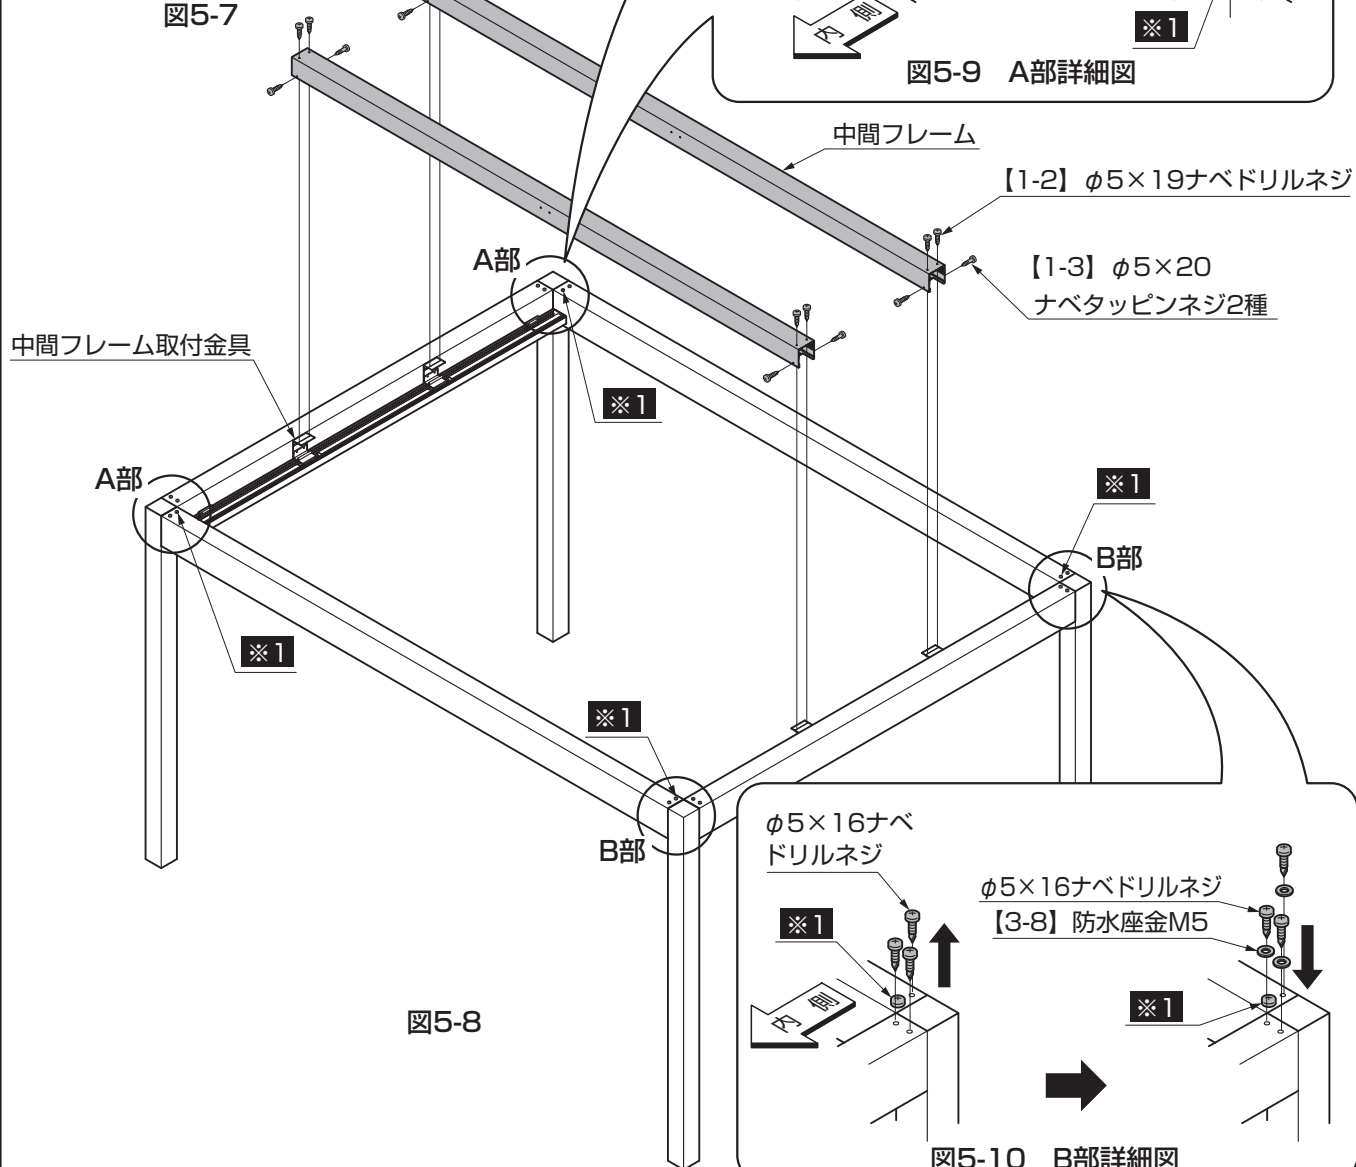

図5-8
①中間フレームを中間フレーム取付金具に【1-2】、【1-3】で取付けてください。（図5-8参照）